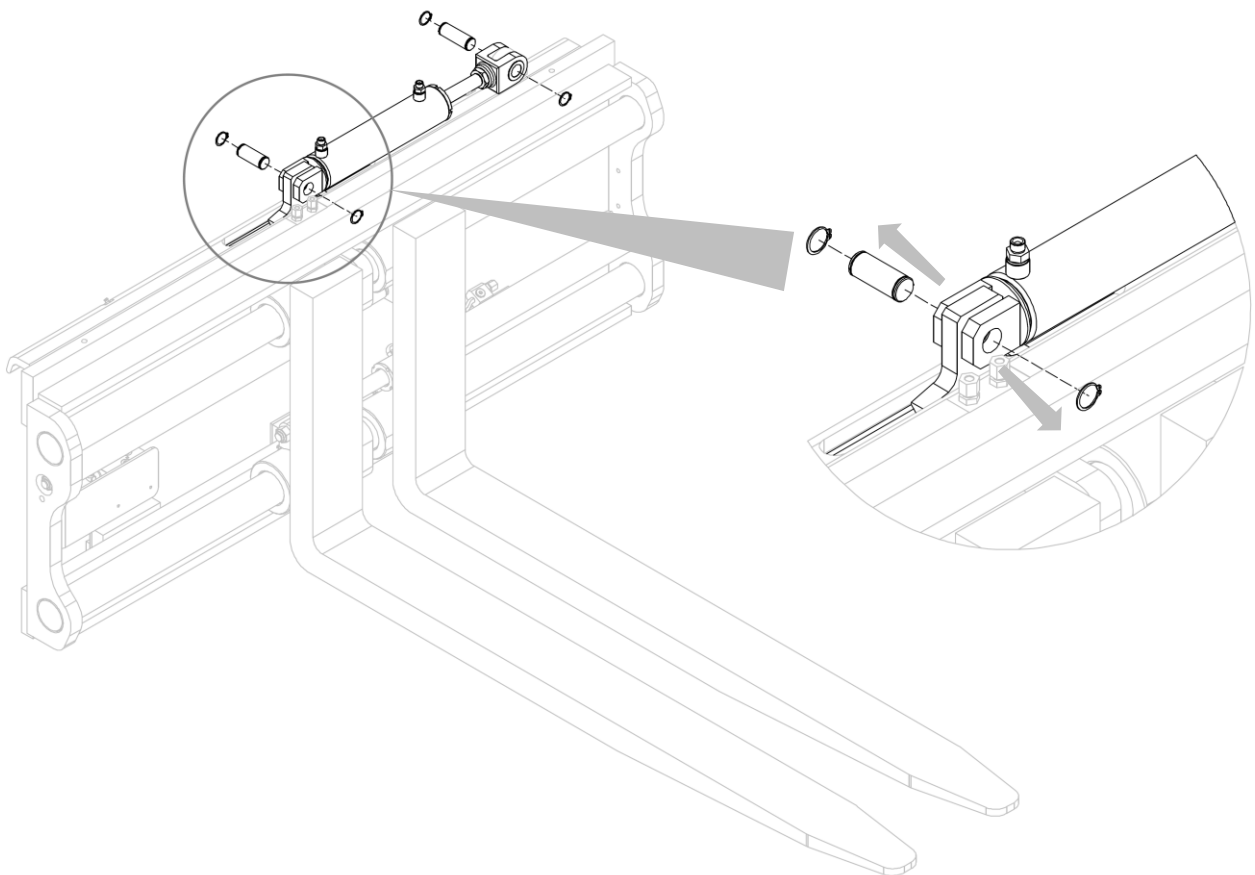

Figure 5
5. Retirer les bagues élastiques et les 2 goujons qui bloquent le vérin de déplacement latéral (voir *Figure 5*).